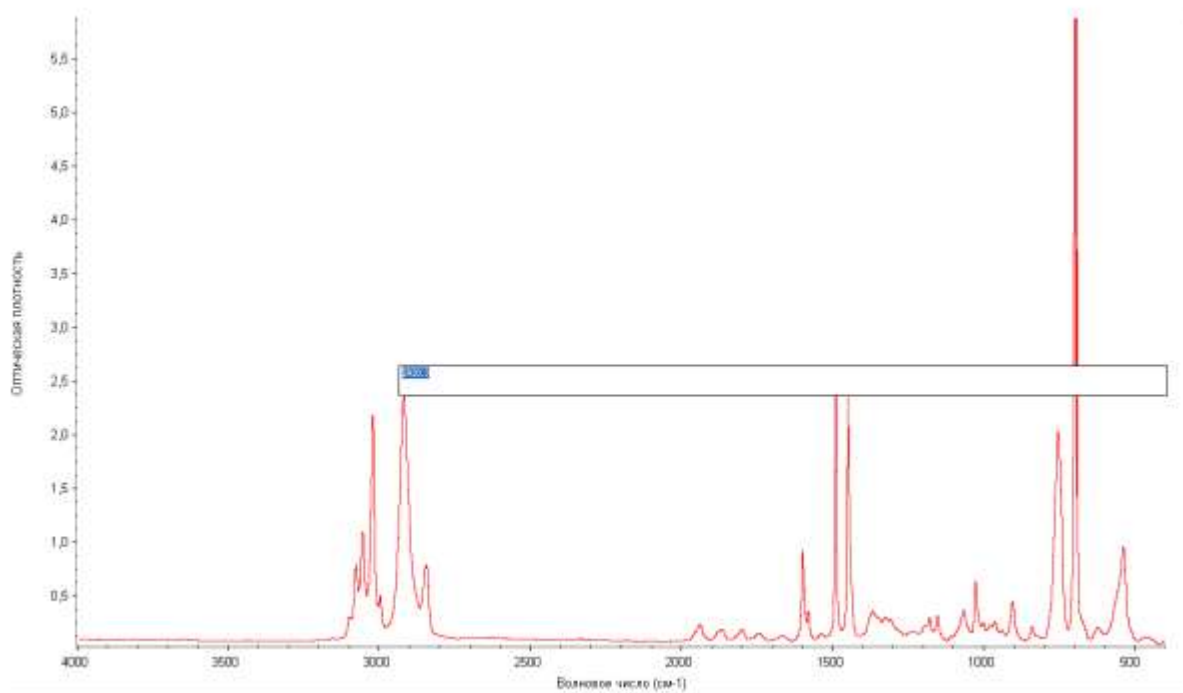

Рисунок 20. – Мечение пика с помощью инструмента для создания комментариев
2. Воспользоваться клавишами Expand/Contract в левой части видоискателя, расположенного в нижней части окна OMNIC (рис. 20), или перетащить маркеры внутри видоискателя, чтобы выделить меньшую область.